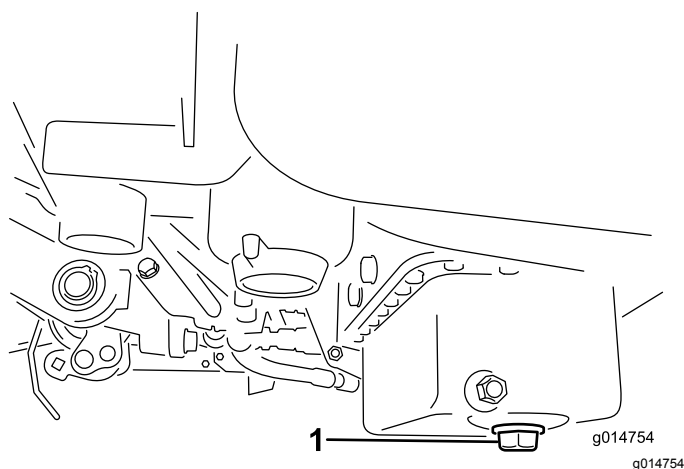

Figura 39
1. Togliete il tappo di spurgo e lasciate defluire l'olio in una bacinella. Quando l'olio cessa di defluire, rimontate il tappo (Figura 39).